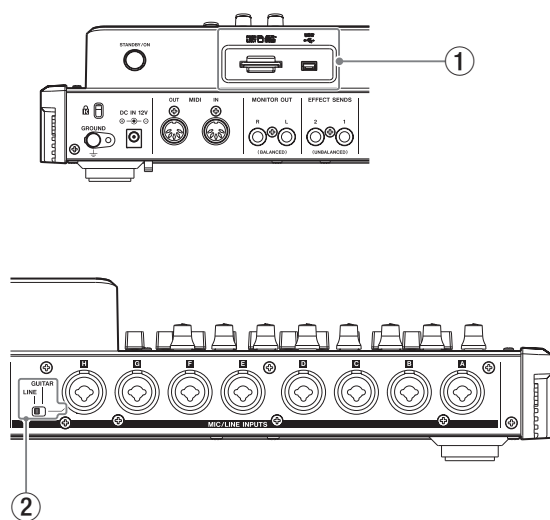

Fig 3
Insert an SD card that has its write-protection locked into the SD card slot on the back of the unit (Fig. 3-①), and confirm that "ON" appears with "Write-Protected" to its right on the **TEST MODE** screen (Fig. 3-③).
Connect a PC or other device to the USB port on the back of the unit (Fig. 3-①), and confirm that "ON" appears on the **TEST MODE** screen (Fig. 3-③).
Set the **LINE-GUITAR** switch (Fig. 3-②) to **GUITAR**, and confirm that "ON" appears on the **TEST MODE** screen (Fig. 3-③).
At this time, confirm that the **GUITAR** indicator (Fig. 3-④) on the top of the unit lights.
背面のSDカードスロット (Fig3-①) にプロテクトをロック状態にしたSDカードを挿入し、**[TEST MODE]**画面 (Fig3-③) に "ON" を表示して、その右側に "Write-Protected" を表示することを確認する。
背面のUSB端子 (Fig3-①) にUSBデバイス (PCなど) を接続して、**[TEST MODE]**画面 (Fig3-③) に "ON" を表示することを確認する。
**LINE-GUITAR** スイッチ (Fig3-②) を **GUITAR** 側に切替えて、**[TEST MODE]**画面 (Fig3-③) に "ON" を表示することを確認する。
その際、TOPパネルの **GUITAR** インジケータ (Fig3-④) が点灯することを確認する。